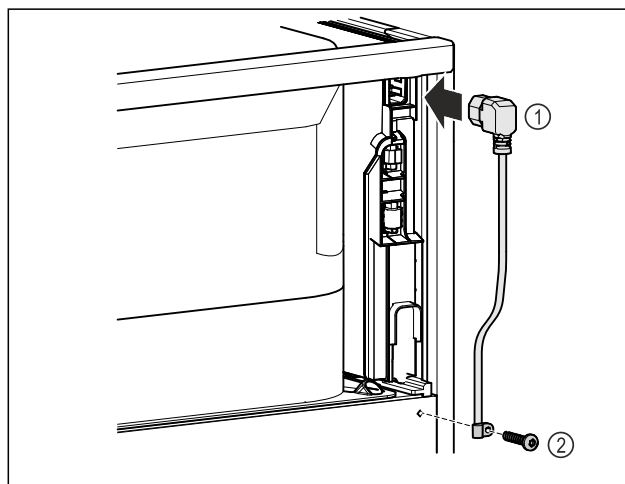

Fig. 9
- ▶ Netsnoer Fig. 9 (1) in de koudapparaatbus aan de achterkant van het apparaat steken.
- ▶ Trekcontlasting monteren. Fig. 9 (2)